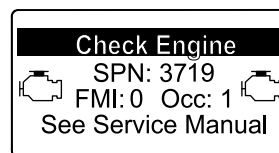

Figura 54
- Aviso do motor SPN 3719, FMI: 0 (Figura 54)